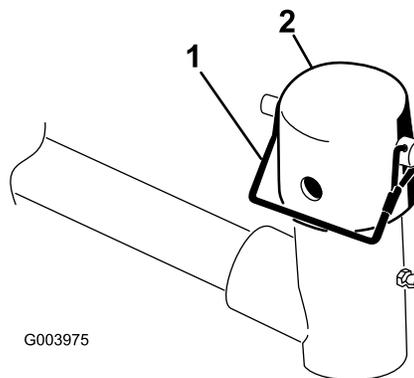

Figura 4
- Su ogni braccio di sollevamento dell'apparato di taglio, rimuovete il perno di ritenuta che fissa il tappo alla forcella del braccio di sollevamento e togliete il tappo (Figura 4).